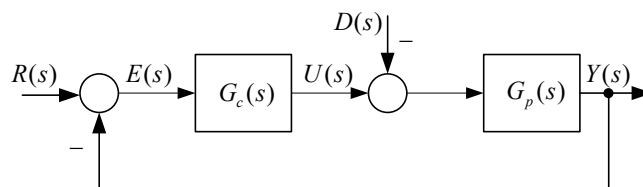

Figura 1.
Se posee un proceso definido como $G_p(s) = \frac{1}{(s+2)(s+0,045)}$, al cual se quiere operar en lazo cerrado. El esquema en lazo cerrado se presenta en la Figura 1.
b. Conectar en lazo cerrado la FT $G_p(s)$ según el gráfico de Figura 1 y obtener la respuesta al escalón unitario para $G_c(s) = 1$ y $D(s) = 0$. Analizar el desempeño transitorio y de régimen
- e. Ahora, ¿qué sucede si se aplica una perturbación $D(s)$ al sistema en lazo cerrado? Obtener la respuesta al escalón unitario con PSIM de $Y(s)$ respecto a $R(s)$ utilizando el controlador del punto d con una ganancia $K_c = 2$ y aplicar, cuando el sistema se encuentra en régimen permanente, una perturbación en escalón de valor 0,05 y evaluar el desempeño transitorio y permanente del sistema en LC (**Considerar el signo ‘-’ indicado en la Figura 1**). Para esta simulación, realizar una simulación con tiempo total igual a 80 s y aplicar la perturbación a los 20 s. Medir el sobrepaso negativo de caída de la variable controlada y expresarlo en valor porcentual; medir el tiempo de asentamiento luego de la perturbación para el criterio del 2% y comparar ambas magnitudes con el sobrepaso inicial y el tiempo de asentamiento luego de aplicar el escalón.